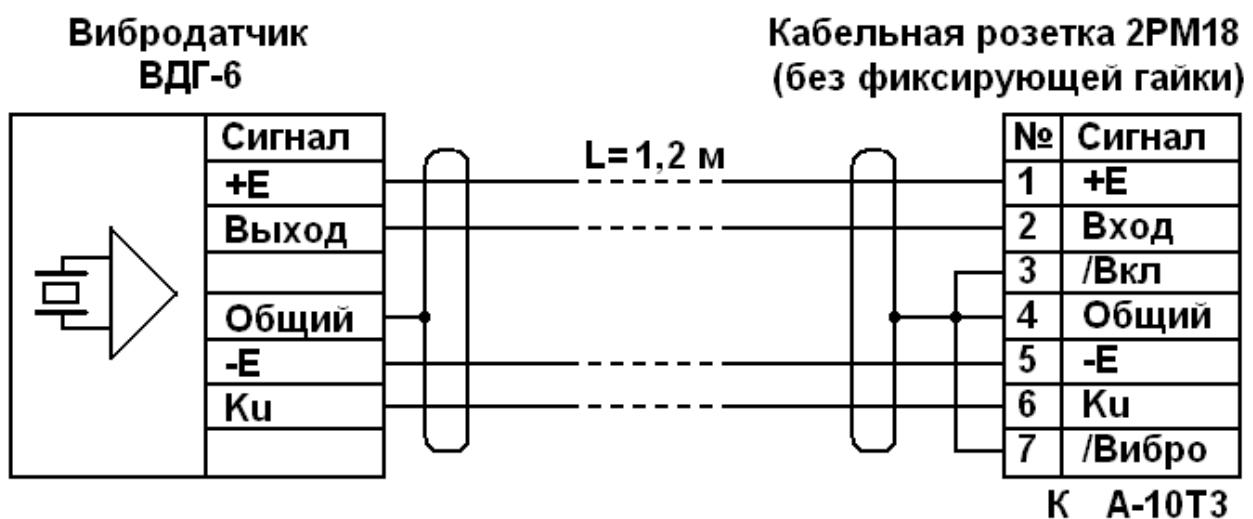
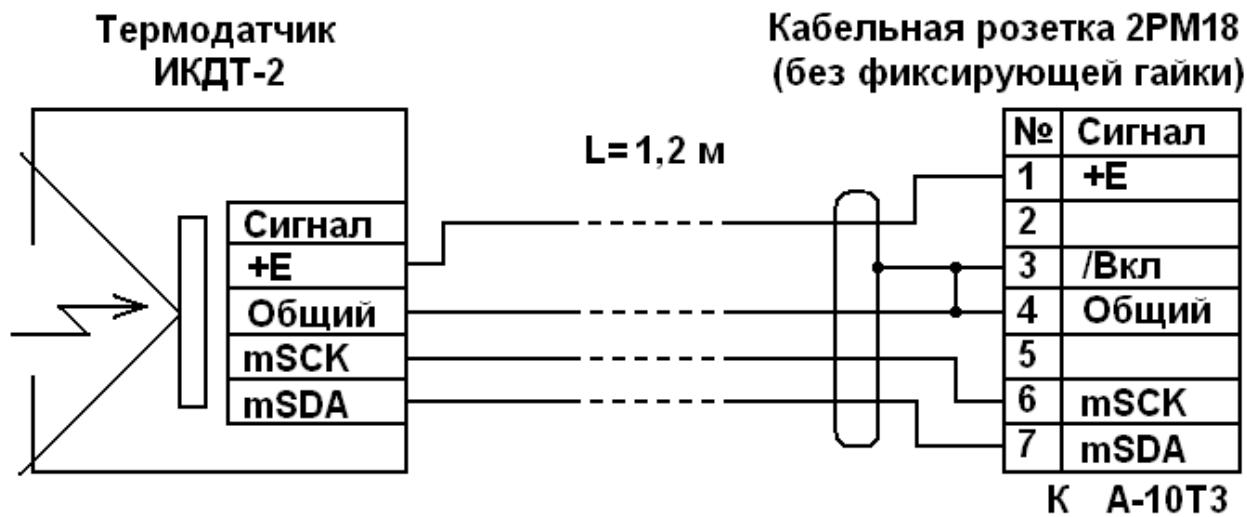

Рис.11. Схема подключения датчика ВДГ-6 к входному разъему А-10ТЗ
Рис.13. Схема подключения датчика ИКДТ-2 к входному разъему А-10Т3
8.1. На Рис.11- Рис.13 приведены схемы подключения датчиков к входному разъему блока оператора течеискателя А-10ТЗ. Перемычка между контактами 3 и 4 кабельной розетки инициирует включение электропитания в блоке оператора. Перемычка между контактами 4 и 7 кабельной розетки переводит блок оператора в режим измерения уровня вибрации, при ее отсутствии устанавливается режим измерения температуры.